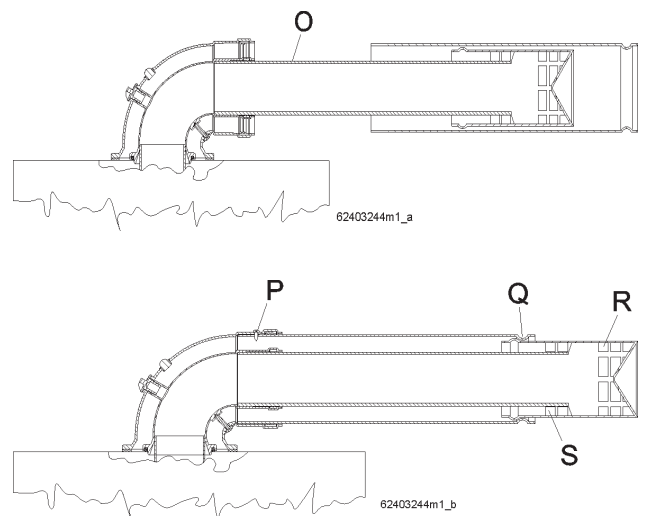

Рисунок 22 - Соединения
**ВНИМАНИЕ !!!** Очень внимательно производить все фазы установки коаксиального дымохода как изображено на рис. 22 и особенно:
**ВНИМАНИЕ !!!** После проведения вышеописанных работ убедиться, что трубы подачи воздуха "S" и вывода газов "R" выходят из наружного трубопровода и установлены в пазы "Q" как на рис. 22